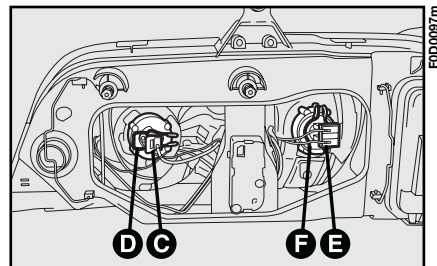

Abb. 13
4) Auszug des Verbinders **C** oder **E**, Abb. 13;